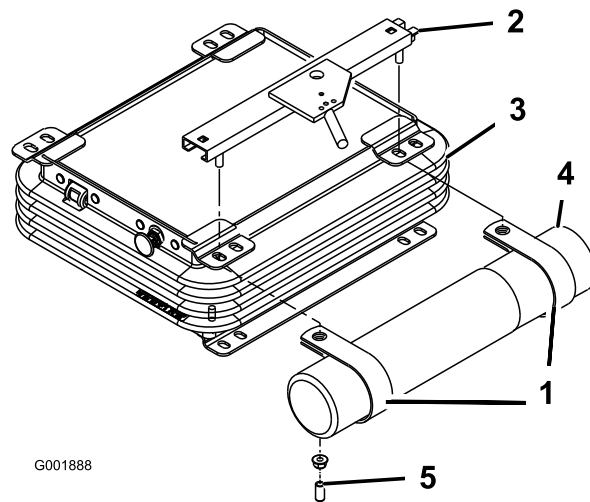

Figura 7
4. Montate il tubo del manuale nei serratubi a R e serrate i dadi (Figura 7).
2. Togliete i due dadi e i cappucci di vinile (se montati in precedenza) che fissano la staffa superiore del sedile al lato sinistro della sospensione del sedile (Figura 7).
3. Montate i serratubi a R nei prigionieri delle staffe del sedile usando i due dadi tolti in precedenza. (Figura 7). Posizionate i serratubi a R sotto le linguette di sospensione del sedile.